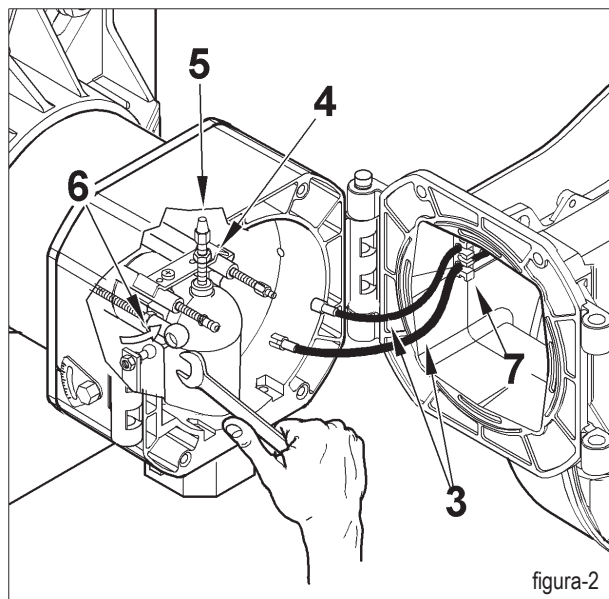

figura-2
Utilizzando la stessa chiave, agire sullo snodo sferico (6) nella direzione indicata dalla freccia sganciando la leva di avanzamento della testa di combustione (figura 2).
All'atto della chiusura del bruciatore, tirare delicatamente verso il quadro elettrico, mettendoli in leggera tensione, i due cavi di accensione e di ionizzazione, quindi sistemarli nelle apposite sedi (7) di figura 2. Questo eviterà che i due cavi vengano danneggiati dalla ventola durante il funzionamento del bruciatore.